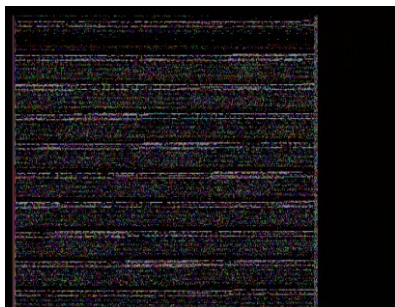

Abbildung 8: Das Aussehen eines Firmware-Updates
Die Firmware des D520 kann über den Amiga aktualisiert werden. Die Daten werden als Sequenz von Bildern kodiert und über die Videoschnittstelle übertragen. Wenn das Update-Programm auf dem Amiga gestartet wird, erscheint ein flimmerndes Bild, das dem in Abbildung 8 ähnelt.
1. Starten Sie das ADF-Abbild und warten Sie, bis ein Bild wie in Abbildung 8 erscheint (stark flimmernd).